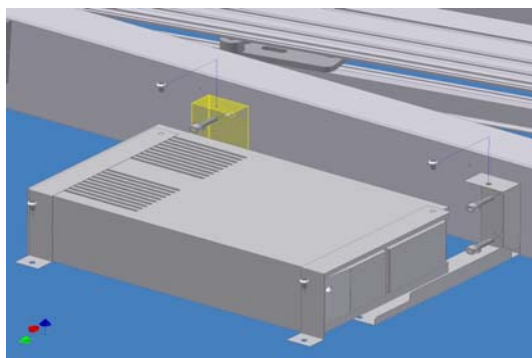

Figura 20-8
2. Coloque el sistema de alimentación ininterrumpida en posición horizontal sobre la abrazadera y fije la tira de fijación en ésta con tornillos con hexágono interior M6×20, Figura 20-8.